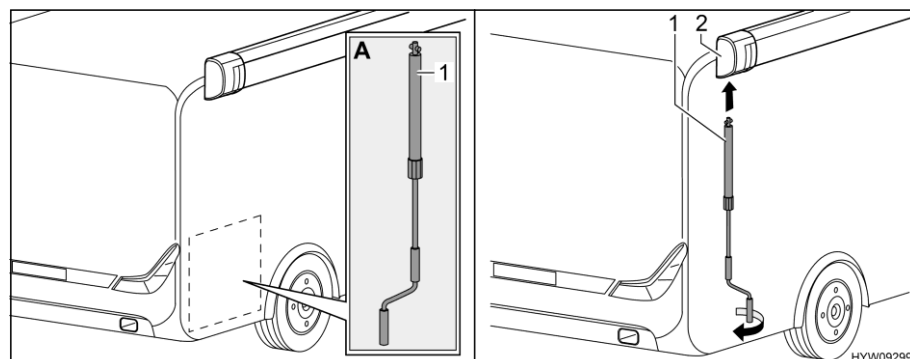

Fig. 29 Mettre la manivelle en place
- Prendre la manivelle (Fig. 29,1) dans le garage arrière (Fig. 29,A).
- Emboîter la manivelle dans la douille à baïonnette (Fig. 29,2) du store extérieur.